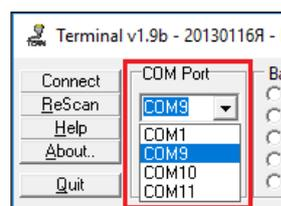

Рис. 3.2 Terminal: выбрать COM-порт, через который подключен модем ATM
4. В выпадающем списке **COM Port** выбрать COM-порт, к которому подключен модем ATM (рис. 3.2).